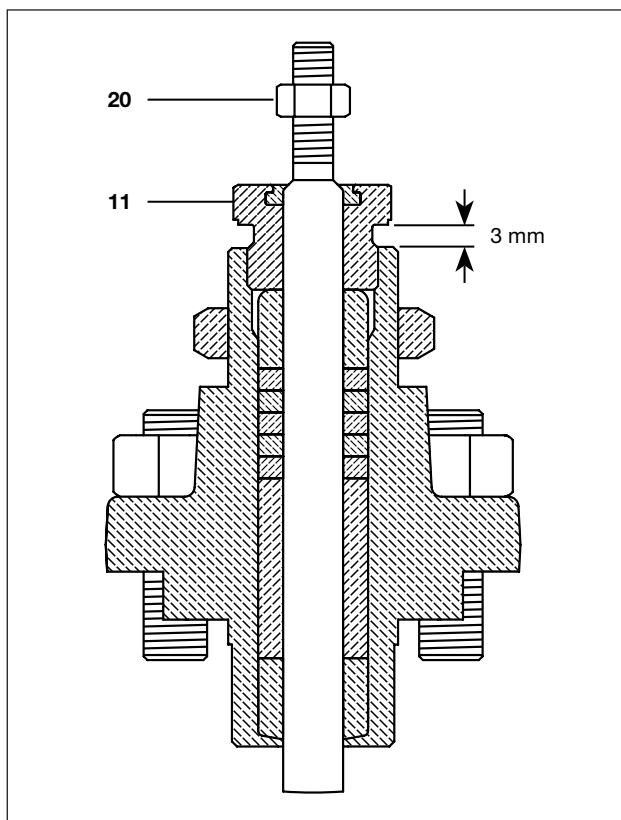

Bild 17: Querschnitt Ventiloberteil
- Die Gehäusemuttern (21 – Bild 17) handfest anziehen, so daß das Ventiloberteil an seiner Stelle sitzt.
- Nun die Stopfbuchsmutter (11 – Bild 17) anziehen, bis:
- ii.) Graphit Spindelabdichtung: bis ein Abstand von 3mm zwischen der Unterseite der Stopfbuchsmutter und dem Ventiloberteil erreicht worden ist (Bild 17).
- Die Kontermutter (20 – Bild 17) aufsetzen.